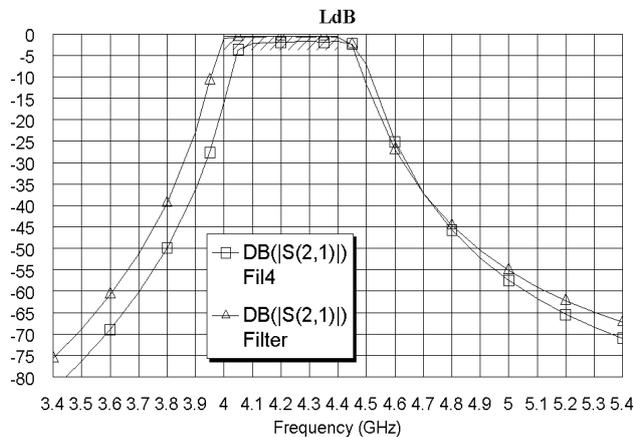

Рис. 3.52
- Сделайте активным окно графика. Щёлкните правой кнопкой мышки по имени кривой графика **Filter:DB(|S(2,1)|)** в левом окне проекта и выберите **Properties**. В поле **Data Source Name** открывшегося окна введите **All Sources** и нажмите **OK**. Щёлкните по значку **Analyze** на панели инструментов. Полученный график показан на рис. 3.52. Характеристика получилась несколько уже требуемой. Чтобы её расширить, нужно уменьшить зазоры в связанных отрезках линии, а чтобы сдвинуть вверх по частоте, нужно укоротить резонаторы.